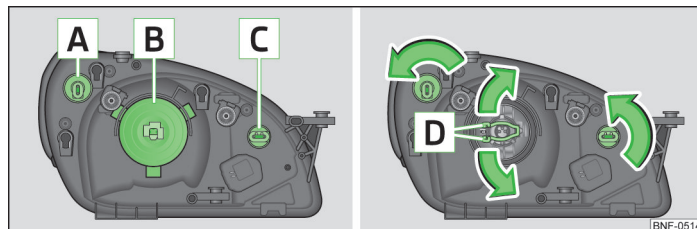

Fig. 127 Venstre forlygte – motorrum: Placering / Afmontering af pære
– blinklys foran » Fig. 127
- Drej pæreholderen **A** » Fig. 127 helt **mod** uret, og tag den ud.
- Træk stikket af pæren **B** » Fig. 127.
- Drej pæreholderen **C** » Fig. 127 helt **mod** uret, og tag den ud.